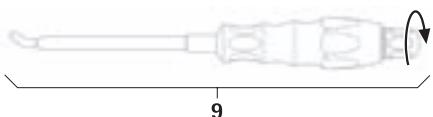

Fig. 15
- ▶ Montar o instrumento introdutor de barras 9, ver Fig. 15.